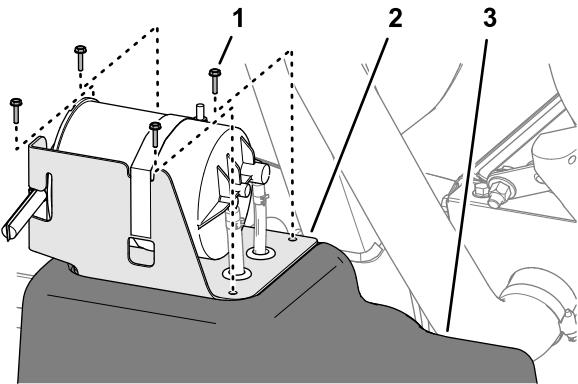

Bild 83
2. Entfernen Sie am Kraftstofftank die vier Schrauben (Nr. 10 x $\frac{3}{4}$ "'), mit denen die Halterung des Aktivkohlefilters oben am Kraftstofftank befestigt ist (Bild 83).